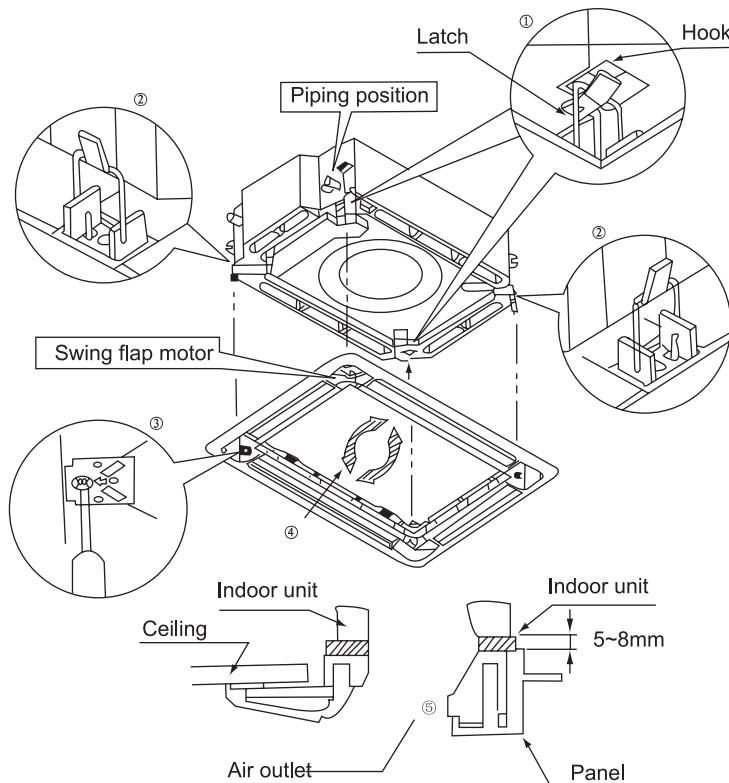

**Fig.23**
2. Quando è completamente aperta, rimuovere la griglia nella direzione indicata in Fig. 23.